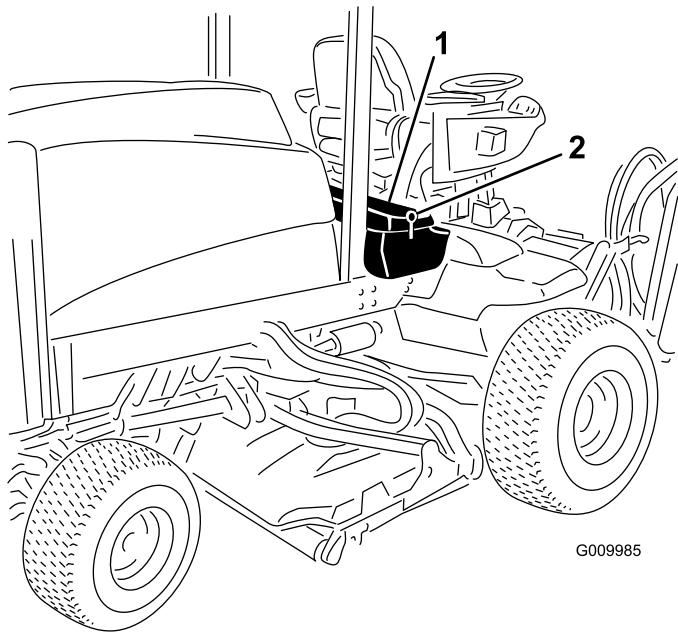
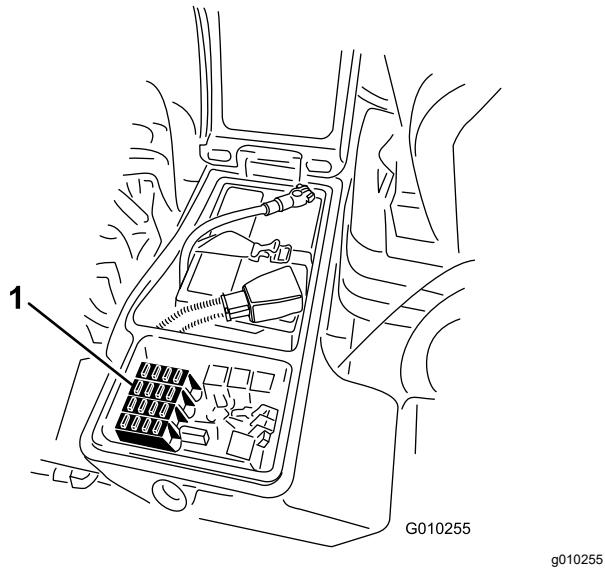

Figura 68
Figura 69
- Afloje el enganche de la cubierta de la caja de almacenamiento derecha y eleve la cubierta (Figura 68).
1. Afloje el enganche de la cubierta de la caja de almacenamiento derecha y eleve la cubierta (Figura 68) para exponer el bloque de fusibles (Figura 69).
2. Sustituya el fusible o los fusibles abiertos tal y como sea necesario (Figura 69).
3. Cierre la cubierta de la caja de almacenamiento derecha y fíjela con el enganche (Figura 68).